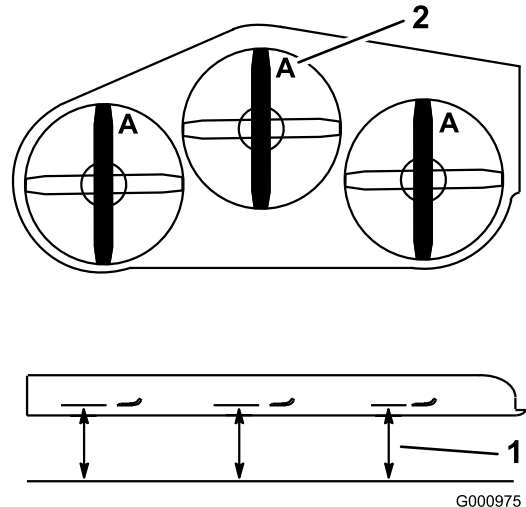

Figura 85
3. Gire las cuchillas hasta que los extremos estén orientados hacia adelante y hacia atrás (Figura 85). Mida desde una superficie nivelada hasta el filo de corte, posición A, de las cuchillas (Figura 85). Anote esta dimensión.